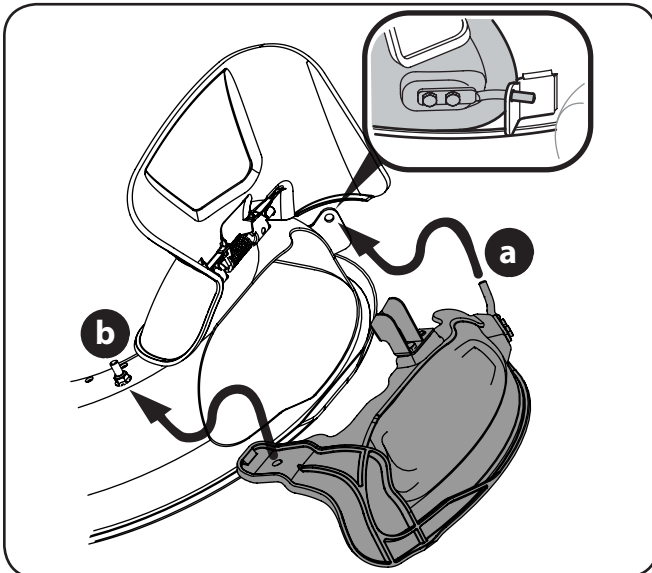

Figura 1-4
2. Para instalar o desinstalar el tapón para abono, haga pivotar el canal de descarga hacia arriba. Consulte la Figura 1-4: